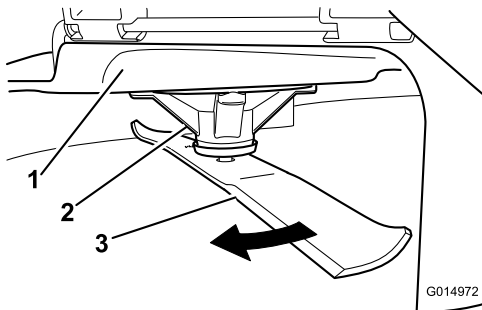

Bild 50
2. Tragen Sie dicke Handschuhe oder andere angemessene Handschuhe und drehen Sie das Messer, das Sie messen möchten, langsam in eine Stellung, in der das Messen des Abstands zwischen der Schnittkante und der ebenen Fläche der Maschine möglich ist (Bild 50).